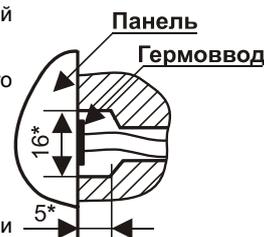

Рис. 2
1. Перед монтажом кодовой панели, выполните дополнительное, «глухое» отверстие диаметром 14 мм и глубиной 5 мм на поверхности установки под гермоввод кабеля (см. рис. 2).